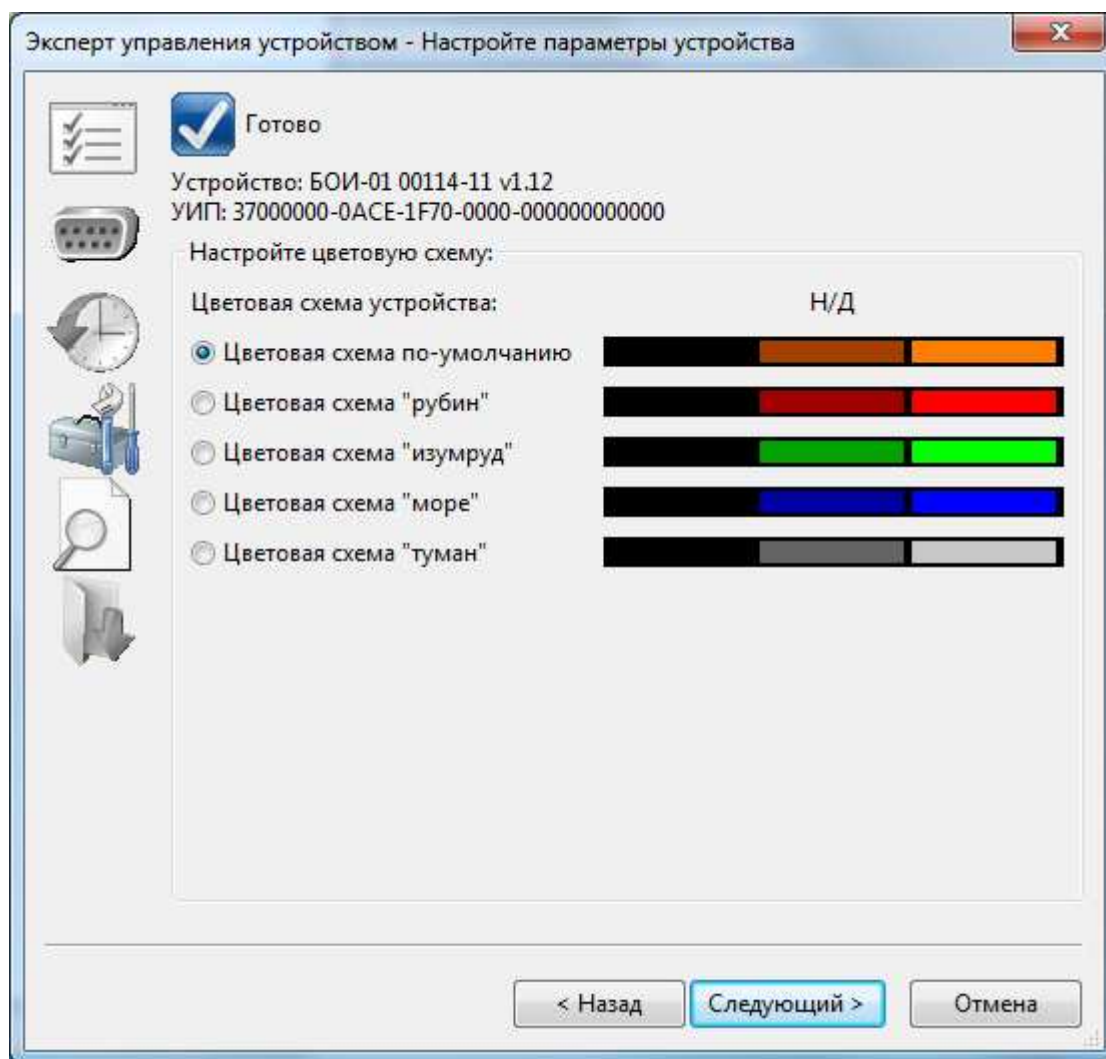

Рис.37 – Окно настроек параметров БОИ-01
2.10.4.4. **Настройка параметров БОИ-01** производится в соответствующем окне настроек, показанном на рис. 37: